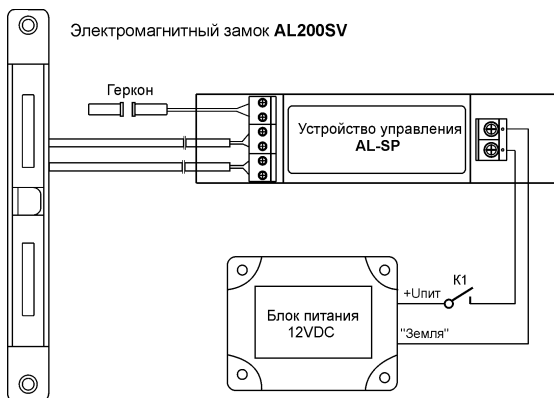

Рис. 8
5.10 Схема соединения элементов замка показана на рис.8. Подключение выводов в паре - «красный»/«черный» к контактам модуля – произвольное. При замыкании контакта К1 замок блокирует дверь, при размыкании - разблокирует.